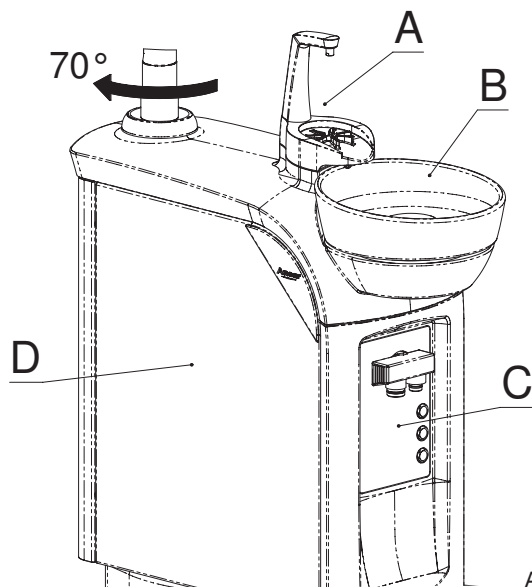

Abb. 8
Das Wasser hat eine Dreheinheit von ca. 70 °. in Richtung der Armauflage erleichtert die Ergonomie des täglichen Gebrauchs. Zur Gewährleistung maximaler Hygiene sind die oberen Halterungen für Becher (A) und Mundspülbecken (B) aus Porzellan gefertigt. (Abb. 8).